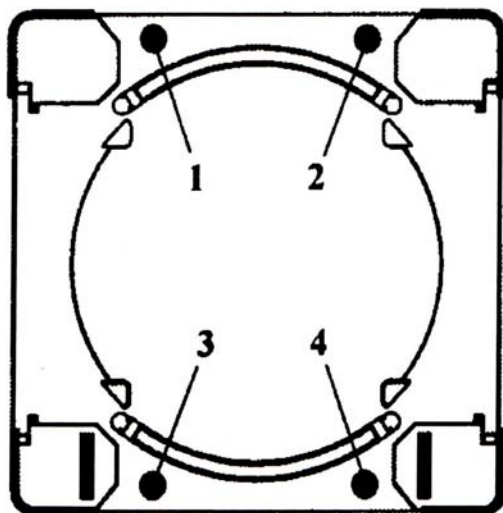

Рисунок 8 - Опорные подставки
- 3) Прикрепите кабину к полу так, чтобы она не перемещалась на упорах (1-2-3-4), размещенных под резиновым настилом (Рис. 8). Для надлежащей работы шлюза необходимо стабильное и надежное крепление.